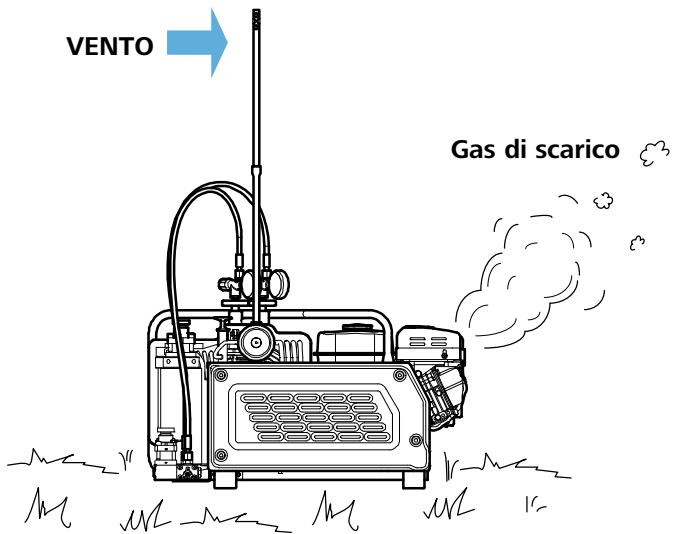

Fig. 7 Installazione all'aperto
- In caso di azionamento con motore a benzina, assicurarsi che venga aspirata solamente aria pulita. Installare la macchina rispetto alla direzione del vento in maniera tale che i gas di scarico non vengano ri-aspirati. Raccomandiamo con insistenza l'uso del raccordo di aspirazione telescopico fornito. Vedere Fig. 7 e capitolo 5.4.2. In tal modo si aumenterà la distanza fra l'uscita dei gas di scarico e l'aspirazione dell'aria, contribuendo a una maggiore sicurezza.